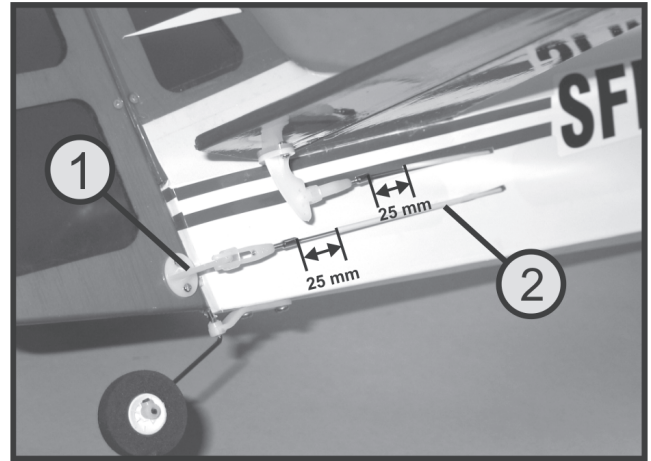

Bild 16
Verschieben Sie die Bowdenzughüllen (1) soweit, dass der Abstand zu den Löthülsen 25 mm beträgt (siehe Bild 16).